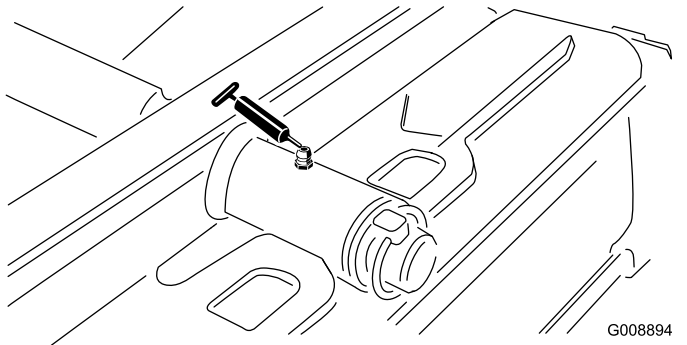

Figure 28
- Pivot de tablier de coupe arrière (Figure 28)